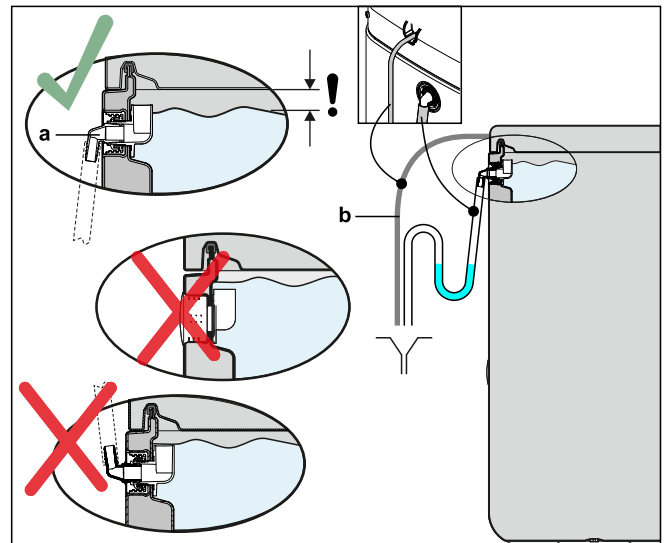

Bild 4-25 Anschluss der Ablaufschläuche für Kondensatabfluss und Speicherbehälter-Überlauf
- 4 Zur Vermeidung von Wärme- und Wasserverlust muss für den Überlaufschlauch ein mit Wasser gefüllter Siphon verwendet werden (siehe Bild 4-25).